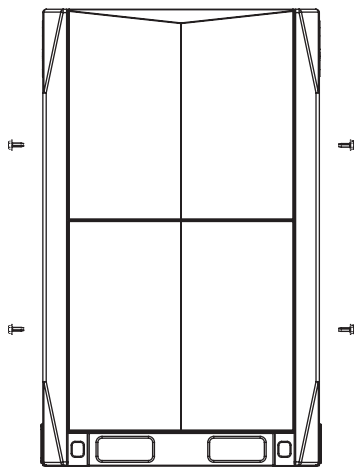
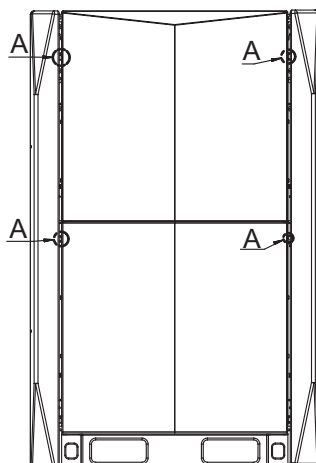

Fig.4-15
Fig.4-16
1. En primer lugar, desmonte los postes verticales frontales izquierdo y derecho: sacar los 4 tornillos de los postes verticales izquierdo y derecho. (Fig 4-15), y luego gire los postes verticales mientras los eleva alrededor de 2 mm (Fig 4-16 y la Figura 4-17) para sacar los postes verticales izquierdo y derecho.